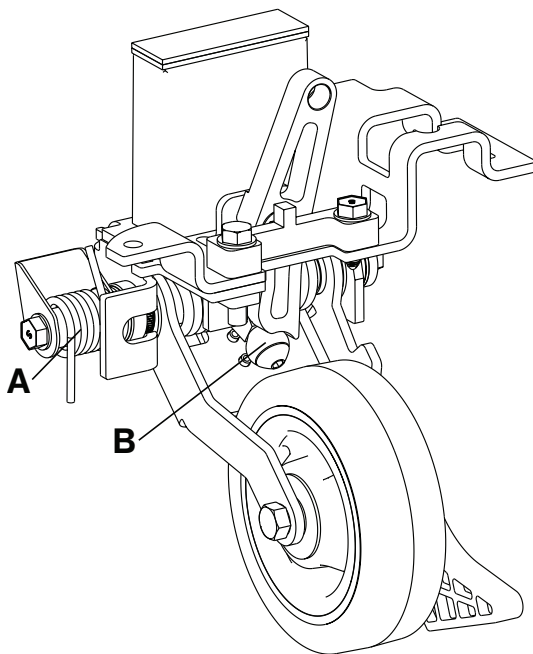

Рисунок 31 – Смазка убирающегося пятого колеса
3. Нанесите смазку MPG-3 на пружину (A) и роликовый механизм (B) (Рисунок 31).